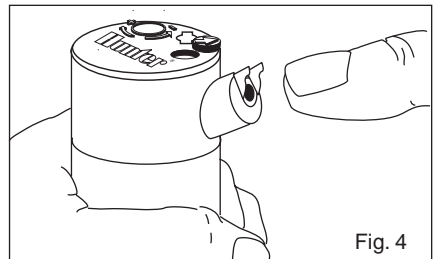

Fig. 4
3. Glisser ensuite la buse appropriée dans l'orifice. Attention : cet orifice est orienté à 25° et les oreilles doivent toujours être situées vers le haut (Fig. 4). Engager la buse bien à fond dans l'orifice. Serrer la vis de réglage et de maintien.